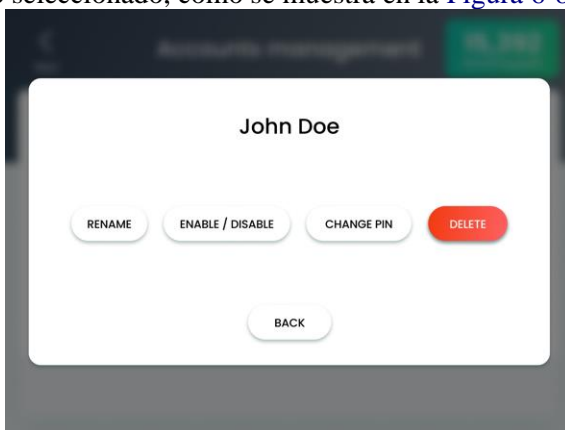

Figura 6-8. Pantalla de cuenta del usuario seleccionado
2. En la pantalla de cuentas, toque la entrada del usuario que desee activar o desactivar; aparecerá la pantalla de cuenta del usuario seleccionado, como se muestra en la Figura 6-8.